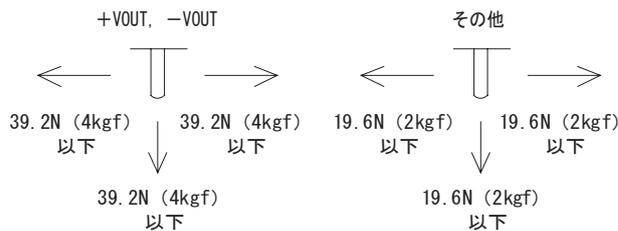

図6.1 ピンへのストレス
- 各端子へのストレスは、図6.1に示すストレス以下にしてください。